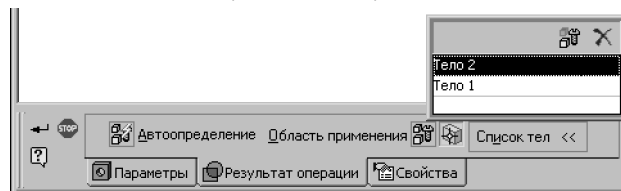

Рис. 100.7. Задание области применения круглого отверстия
- ▼ При построении круглого отверстия, а также при рассечении модели поверхностью или по эскизу область применения задается на вкладке **Результат операции** Панели свойств (рис. 100.7).